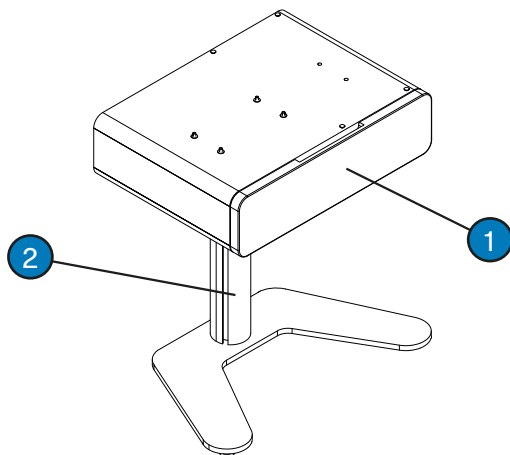

Figura 3-5. Cassetto per lenti.
Il carrello (Figura 3-5) è un elemento facoltativo nel cui cassetto (2) vengono riposte le lenti di prova. Serve inoltre come ripiano per appoggiare diversi elementi (1).